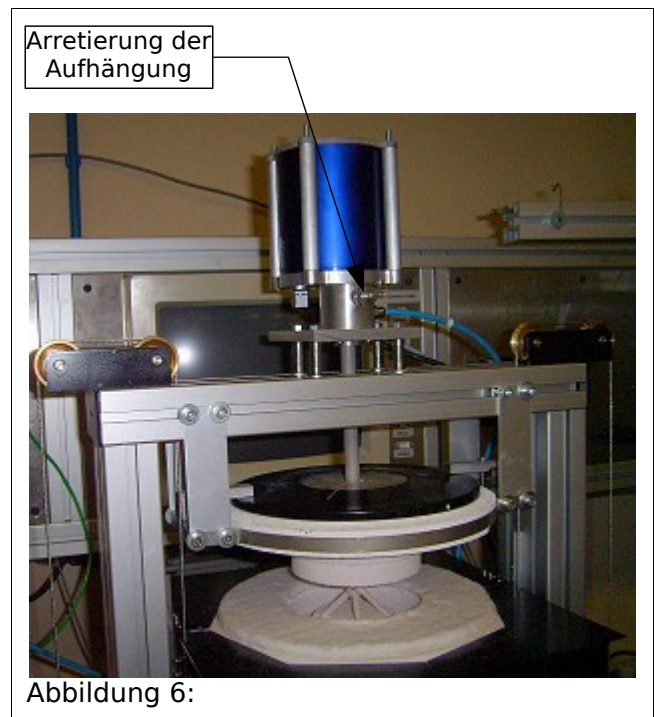

Abbildung 6:
- Aufhängung der Waage dearretieren, dazu Hebel am Flansch der Waage nach unten drehen s. Abbildung 6; Verfolgen Sie diesen Vorgang auf den PC. Sobald die Waage frei schwingt, erscheinen im Feld „Frequency“ 4-stellige Werte.
- Aufhängung der Waage dearrretieren, dazu Hebel am Flansch der Waage nach unten drehen s. Abbildung 6; Verfolgen Sie diesen Vorgang auf den PC. Sobald die Waage frei hängt, erscheinen im Feld „Frequency“ 4-stellige Werte. Die Streuung dieser Werte sollte möglichst gering sein, deutlich unter 1 Hz, anderenfalls warten Sie bis die Probe nicht mehr schwingt.
Für die Arretierung der Aufhängung befindet sich am Flansch des Kraftaufnehmers eine Feststellschraube (s. Abbildung 6). Drehen nach rechts bis zum Anschlag (Hebel oben) arretiert die Aufhängung, drehen nach links (Hebel unten) gibt sie frei.